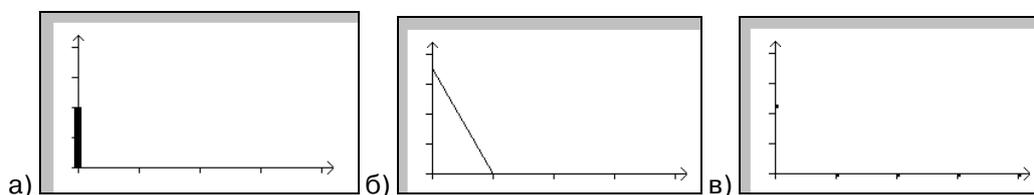

Рисунок 127
Элемент «Графическое отображение данных» предназначен для графического отображения на экране панели значений изменяющихся дискретных данных, представляющих собой значения определенной ячейки. Данные могут отображаться в виде столбцов, высота которых пропорциональна значениям данных (см. рис. 127, а), в виде линии графика, проходящего через точку, размещение которой на вертикальной оси рисунка пропорционально значению данных (см. рис. 127, б), в виде точки, размещение которой на вертикальной оси рисунка пропорционально значению данных (см. рис. 127, в). Элемент может вставляться в компоненты «Экран» и «Окно» проекта.
- Ломаная – в виде линии графика, проходящего через точку, размещение которой на вертикальной оси рисунка пропорционально значению данных (см. рис. 127, б).
- Точки – в виде точки, размещение которой на вертикальной оси рисунка пропорционально значению данных (см. рис. 127, в).
- Столбцы – в виде столбца, высота которого пропорциональна значению данных (см. рис. 127, а).